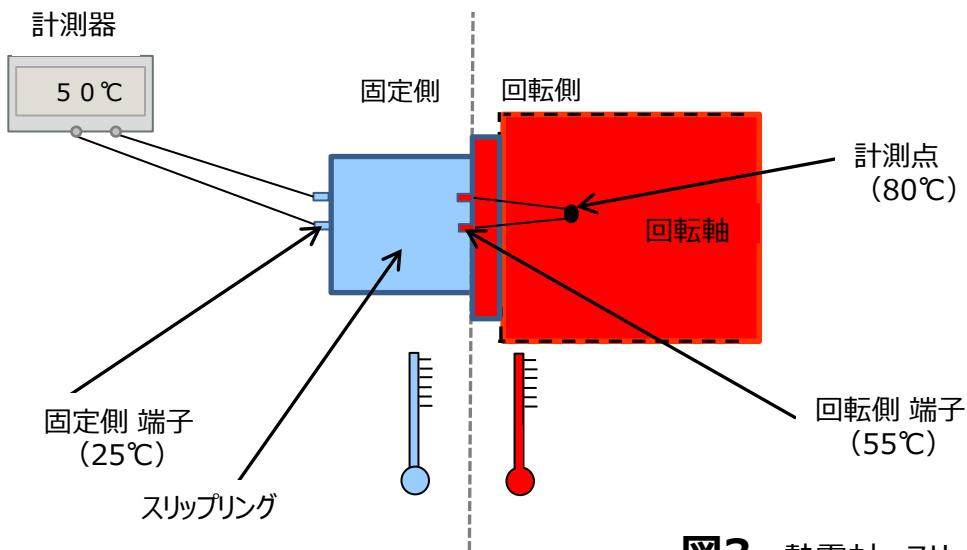

図3. 熱電対+スリップリング②
→ P.5 **図3. 熱電対 + スリップリング②**
⑤⑥ リングとブラシは異種金属接点ですが、⑤と⑥の2点間距離は2mm程の至近距離のため発生熱起電力は同絶対数であり、
⑤（ブラシ→リング）、⑥（リング→ブラシ）と極性が逆となり±相殺されます。